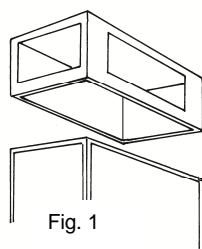

Fig. 1
- del tipo "plenum", con cuatro aberturas laterales regulables girando aletas móviles para guiar el flujo de aire caliente en la dirección deseada (Fig.1).